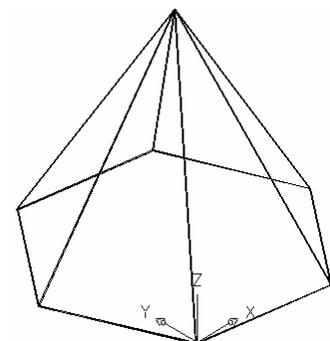

Рис. 6.3. Побудова
**Приклад 1.** Побудова стандартного тіла у формі правильної піраміди (рис. 6.3). Команда викликається із падаючого меню **Черчение** → **Моделирование** →  **Пирамида** або клацанням миші по піктограмі  панелі інструментів **Моделирование**, чи набором з клавіатури команди **ПИРАМИДА**, натисканням клавіші <Enter>.
Висоту можна показати курсором або записати числом, наприклад, 100 <Enter> і система зображує піраміду (рис. 6.3).